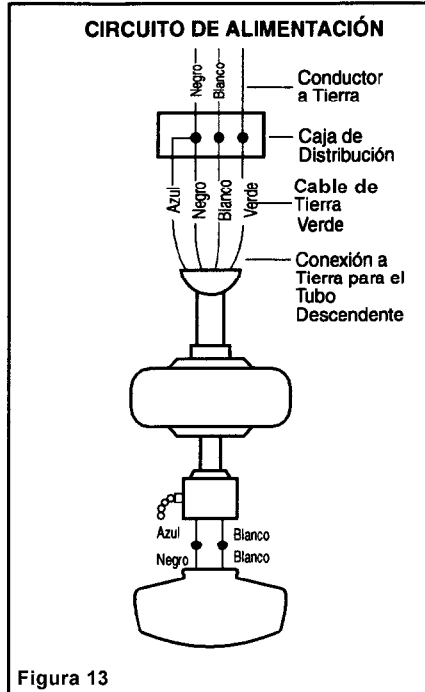

Figura 13
**Paso 1** Conectar el conductor de tierra del suministro de 120 voltios (este puede ser un cable descubierto o un cable con aislación verde) al (los) cable (s) verde (s) de tierra del ventilador (Figura 13).